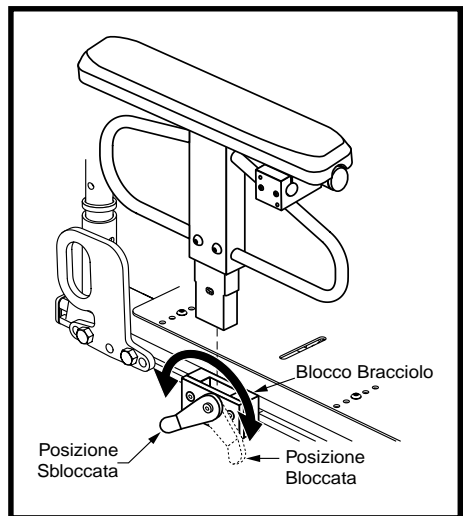

Figura 12. Rimozione/Installazione bracciolo inseribile ad alta resistenza
1. Ruotare la leva di blocco del bracciolo in avanti. Vedere figura 12.
1. Posizionare il gruppo dei braccioli nel blocco apposito. Vedere figura 12.
1. Ruotare la leva di blocco del bracciolo in avanti ed estrarre il bracciolo dal blocco. Vedere figura 12.